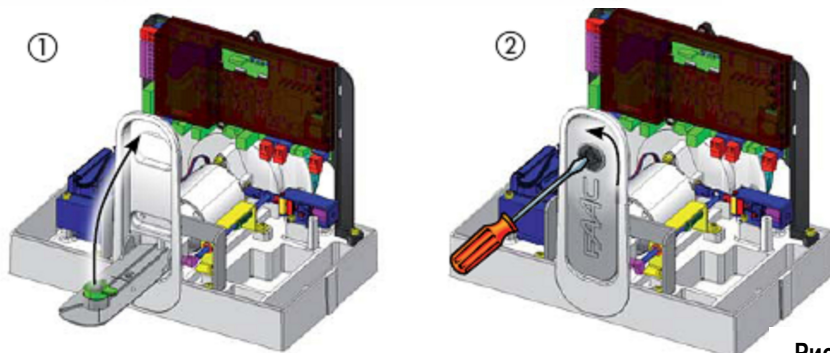

Рис.2
- 1) Рычаг разблокировки поднимается до упора (рис.2 поз. 1)
- 2) Ключ разблокировки поворачивается против часовой стрелки (рис. 2, поз.2).